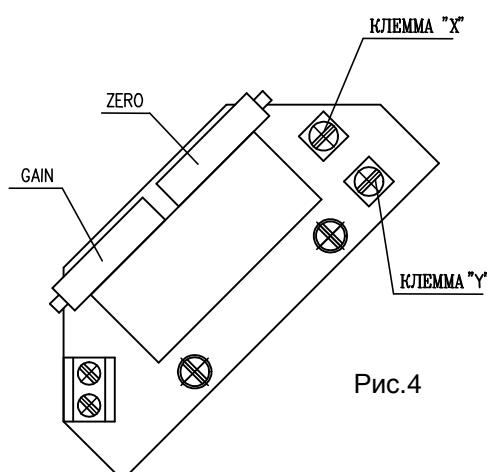

Рис.4
3.4.1 EPV - 2-проводниковое включение (рис.4)
- Установите датчик сопротивления на основании инструкций в предыдущей главе так, что величину сопротивления измеряйте на клеммах X-Y (рис.4). (употреблен датчик с сопротивлением 100W)
- Поворачиванием устанавливающего триммера ZERO (рис.4) установите величину выходного сигнала тока, измеряемого на клеммах 81-82, на величину 4 mA.
- Поворачиванием устанавливающего триммера GAIN (рис.4) установите величину выходного сигнала тока, измеряемого на клеммах 81-82, на величину 20 mA.